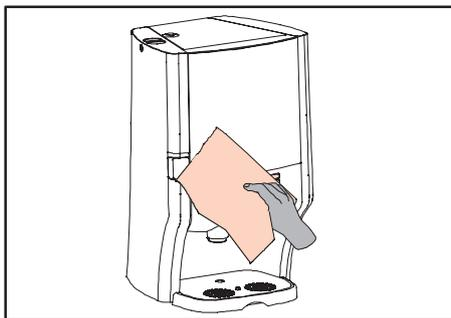

Fig. 36 Nettoyage du distributeur
2. Nettoyez l'extérieur du distributeur avec un chiffon propre et humide, éventuellement imprégné d'un agent nettoyant **doux non abrasif** (fig. 36).